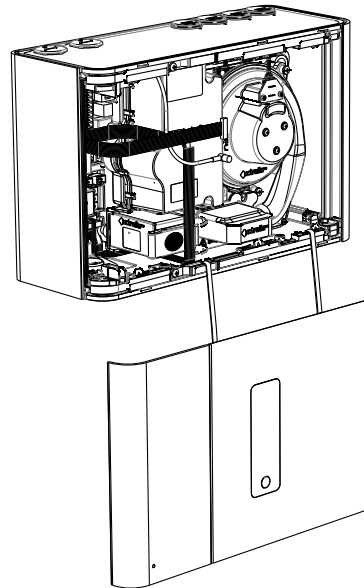

Figure 4-6: Retirer les sangles de retenue
3. Retirez les sangles de retenue de l'intérieur du détecteur (Figure 4-6).